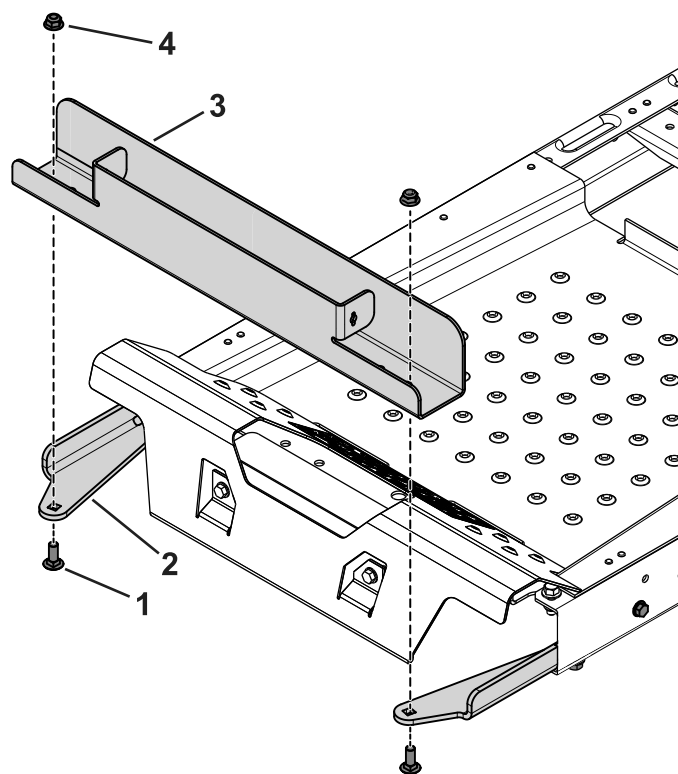

Figura 4
3. Utilize os 2 parafusos de carroçaria ($\frac{3}{8}$ pol. x 1 pol.) e as porcas flangeadas para fixar o tabuleiro de pesos às montagens (Figura 4).